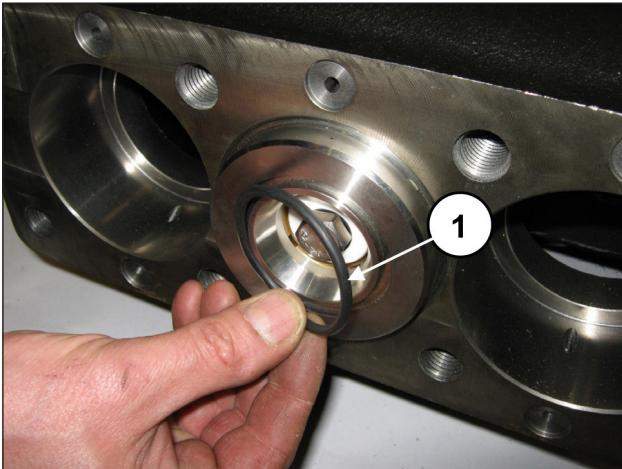
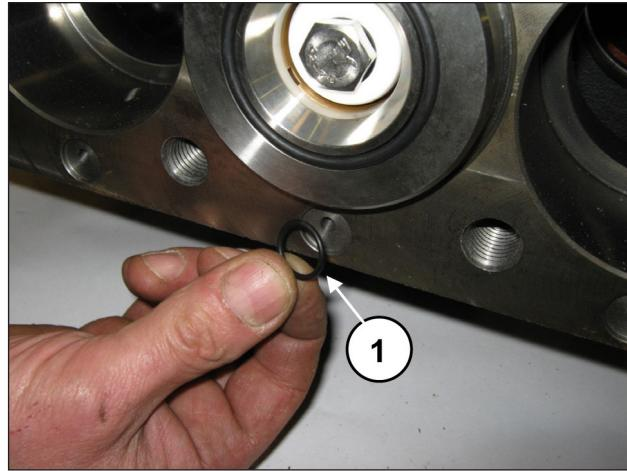

Abb. 189
Abb. 190
Montieren Sie den frontseitigen O-Ring der Buchse (Pos. ①, Abb. 189) und den O-Ring der Umlaufbohrung (Pos. ①, Abb. 190).